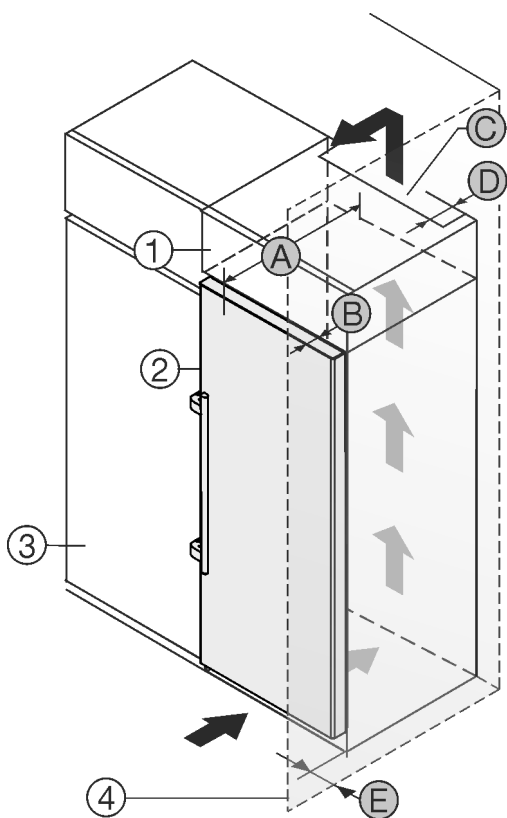

Fig. 2
Jūs varat uzstādīt ierīci tieši blakus virtuves skapim Fig. 2 (3).*
Uzliekamā skapīša aizmugurē jābūt ventilācijas spraugai ar dziļumu Fig. 2 (D) visa uzliekamā skapīša platumā.*
Zem telpas grieztiem jāievēro ventilācijas šķērsriezums Fig. 2 (C).*
Ja jūs uzstādāt ierīci ar eņģēm blakus sienai Fig. 2 (4), tad atstatumam starp ierīci un sienu jābūt vismaz 57 mm . Tas atbilst atlikušajam attālumam līdz rokturim pie atvērtām durvīm.*
Lai jūs varētu pilnīgi atvērt durvis, ierīcei jābūt izvirzītai par durvju dziļumu Fig. 2 (B) attiecībā pret virtuves skapja priekšdaļu. Atkarībā no virtuves skapju Fig. 2 (3) dziļuma un sienas spraišļu izmantošanas ierīce var būt vairāk izvirzīta.*